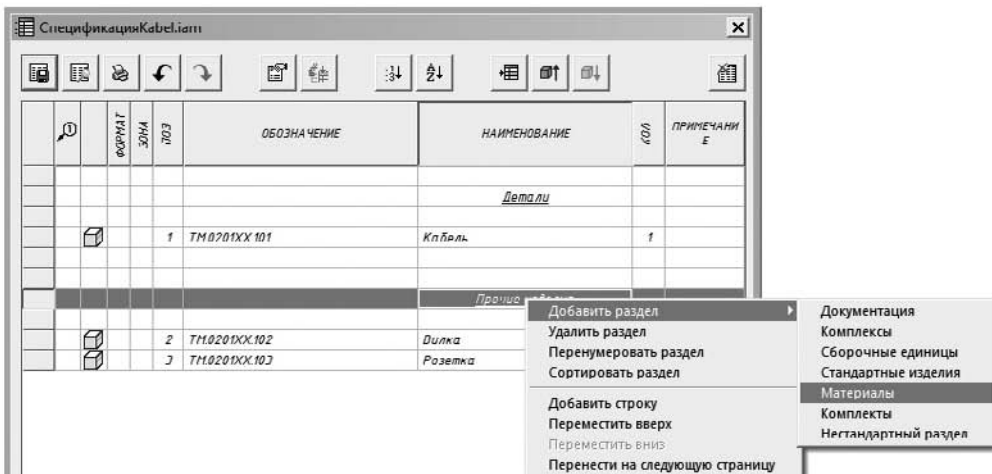

Рис. 9.69. Вставка раздела
- Дважды щелкните на вставленной таблице спецификации (рис. 9.69). В появившемся диалоговом окне Спецификация выделите строку с разделом «Детали», выберите в контекстном меню, вызванном щелчком правой кнопкой мыши, команду Добавить раздел ► Прочие изделия. Вставьте раздел «Материалы».